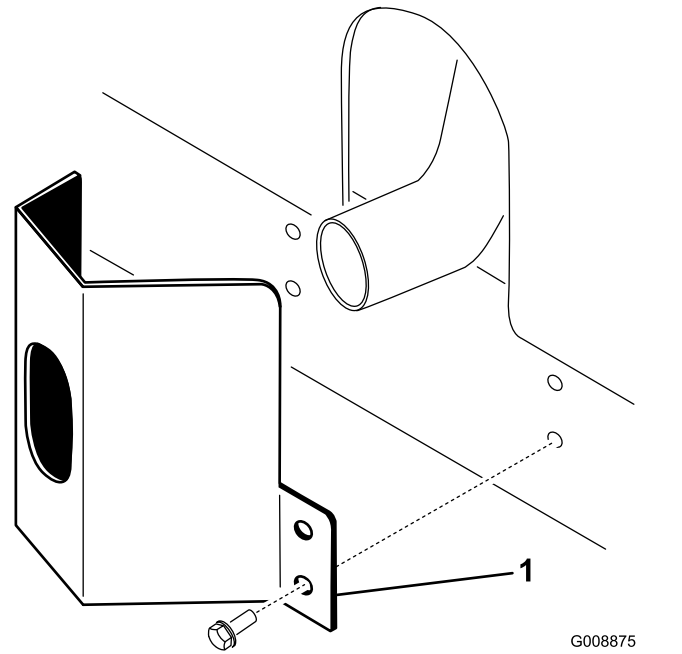

Bild 36
- 2. Befestigen Sie das Auspuffschutzblech mit vier Blechschrauben am Rahmen (Bild 36).
- 1. Positionieren Sie das Auspuffschutzblech um den Schalldämpfer, während Sie gleichzeitig die Befestigungslöcher auf die im Rahmen abstimmen (Bild 36).